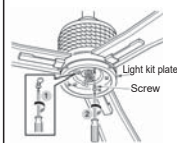

Fig.23
Paso 3: Alinee el orificio redondo de la placa del kit de iluminación con el adaptador del kit de iluminación. Fije los 3 tornillos (Fig.23).